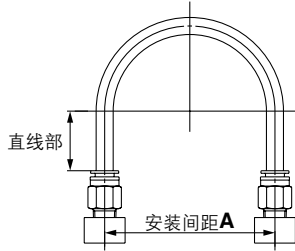

图1 推荐配管图
①在快换接头上配管时,请按图1推荐的配管条件,使用管长有裕量的管子进行配管。